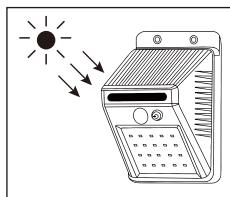

рис.2
- Выберите место установки светильника такими образом, чтобы на солнечную панели попадали прямые солнечные лучи. Не располагайте светильник в тени. (рис.2)